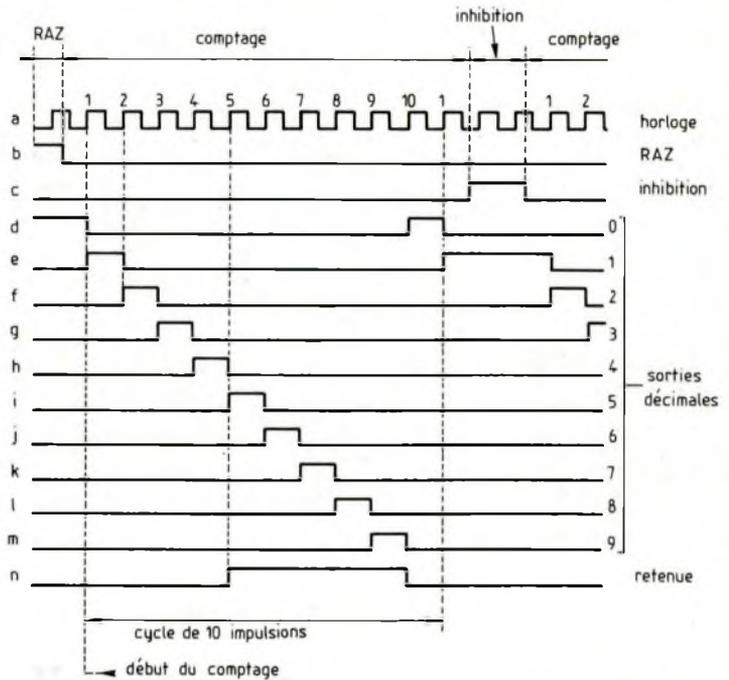

Fig. 2 : Diagramme des états des entrées et des sorties.
Pour l'essentiel et sous certaines conditions précisées ultérieurement, le CD 4017 compte les impulsions positives (ligne a, figure 2) appliquées à son entrée d'horloge (broche 14). A chaque instant, une seule des dix sorties, numérotées "0" à "9" (lignes d à m), se trouve à l'état logique 1 (+5 V). Le flanc montant d'une impulsion d'horloge décale d'un rang cet état. Par exemple, à l'arrivée de l'impulsion n° 2 (figure 2), la sortie "1" retourne à l'état 0, alors que la sortie "2" bascule vers l'état 1. A la dixième impulsion d'horloge, le cycle est terminé ; il se reproduit, de façon identique, à partir de la onzième impulsion.
- l'application d'un niveau 1 sur la broche 13 inhibe le comptage. Les sorties restent figées dans l'état qu'elles occupaient précédemment. C'est la situation illustrée vers la fin de la ligne c de la figure 2. Le comptage reprend sur la première impulsion d'horloge qui suit le retour à 0 de l'entrée d'inhibition.